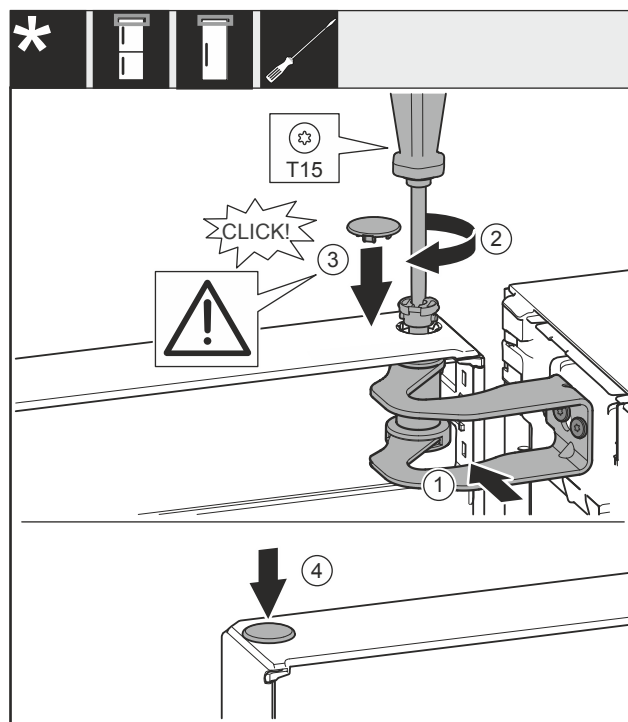

Fig. 24
- Deur met de opening in het lagerbok Fig. 24 (1) uitlijnen.
- Bouten Fig. 24 (2) insteken en met een schroevendraaier vastschroeven.
- Afdekking Fig. 24 (3) plaatsen.
- Controleer of de afdekking Fig. 24 (3) tegen de deur ligt.
- Afdekking Fig. 24 (4) plaatsen.